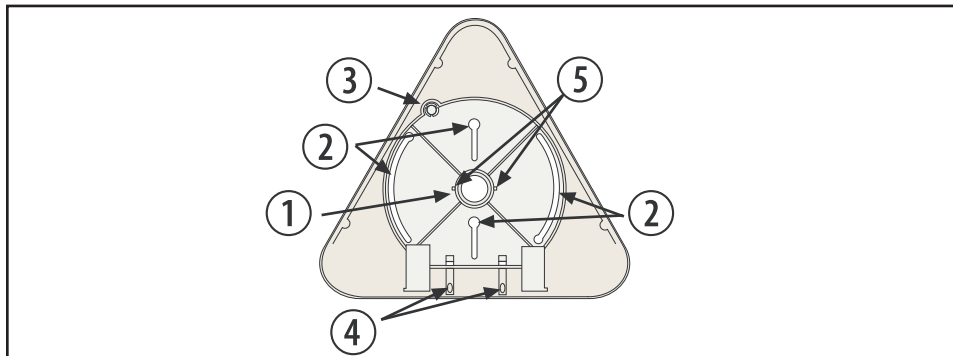

Bild 3.3: Monteringsbas
Med de svängda monteringsspåren kan detektorn roteras upp till 60° för att få önskad täckning. Se bildtexten (2) till Bild 3.3 Monteringsbas